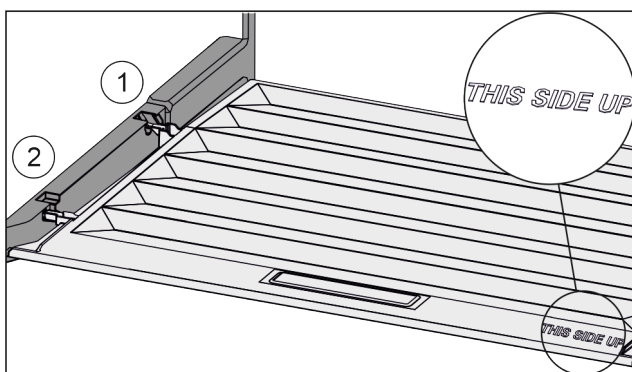

Fig. 37
- ▶ Výstupky veka zaveďte cez otvor zadného držiaku Fig. 37 (1) a zaistite vpredu v držiaku Fig. 37 (2).